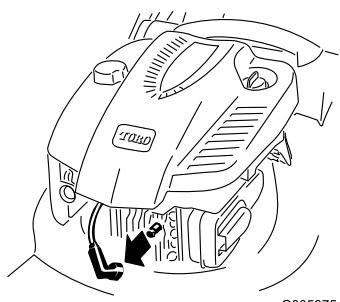

Figura 19
- Staccate il cappellotto dalla candela (Figura 19) prima di eseguire interventi di manutenzione.